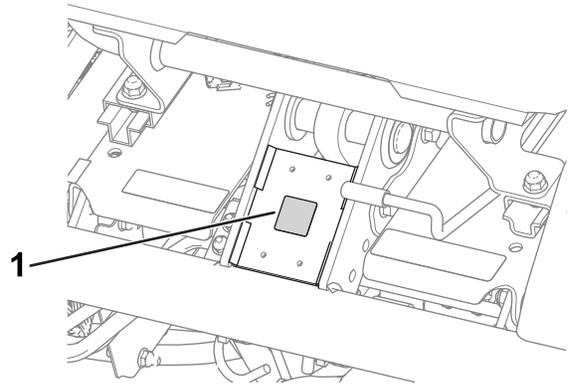

図 10
- CE マークステッカーを、運転席前下のフレーム部分に貼りつける 図 10。